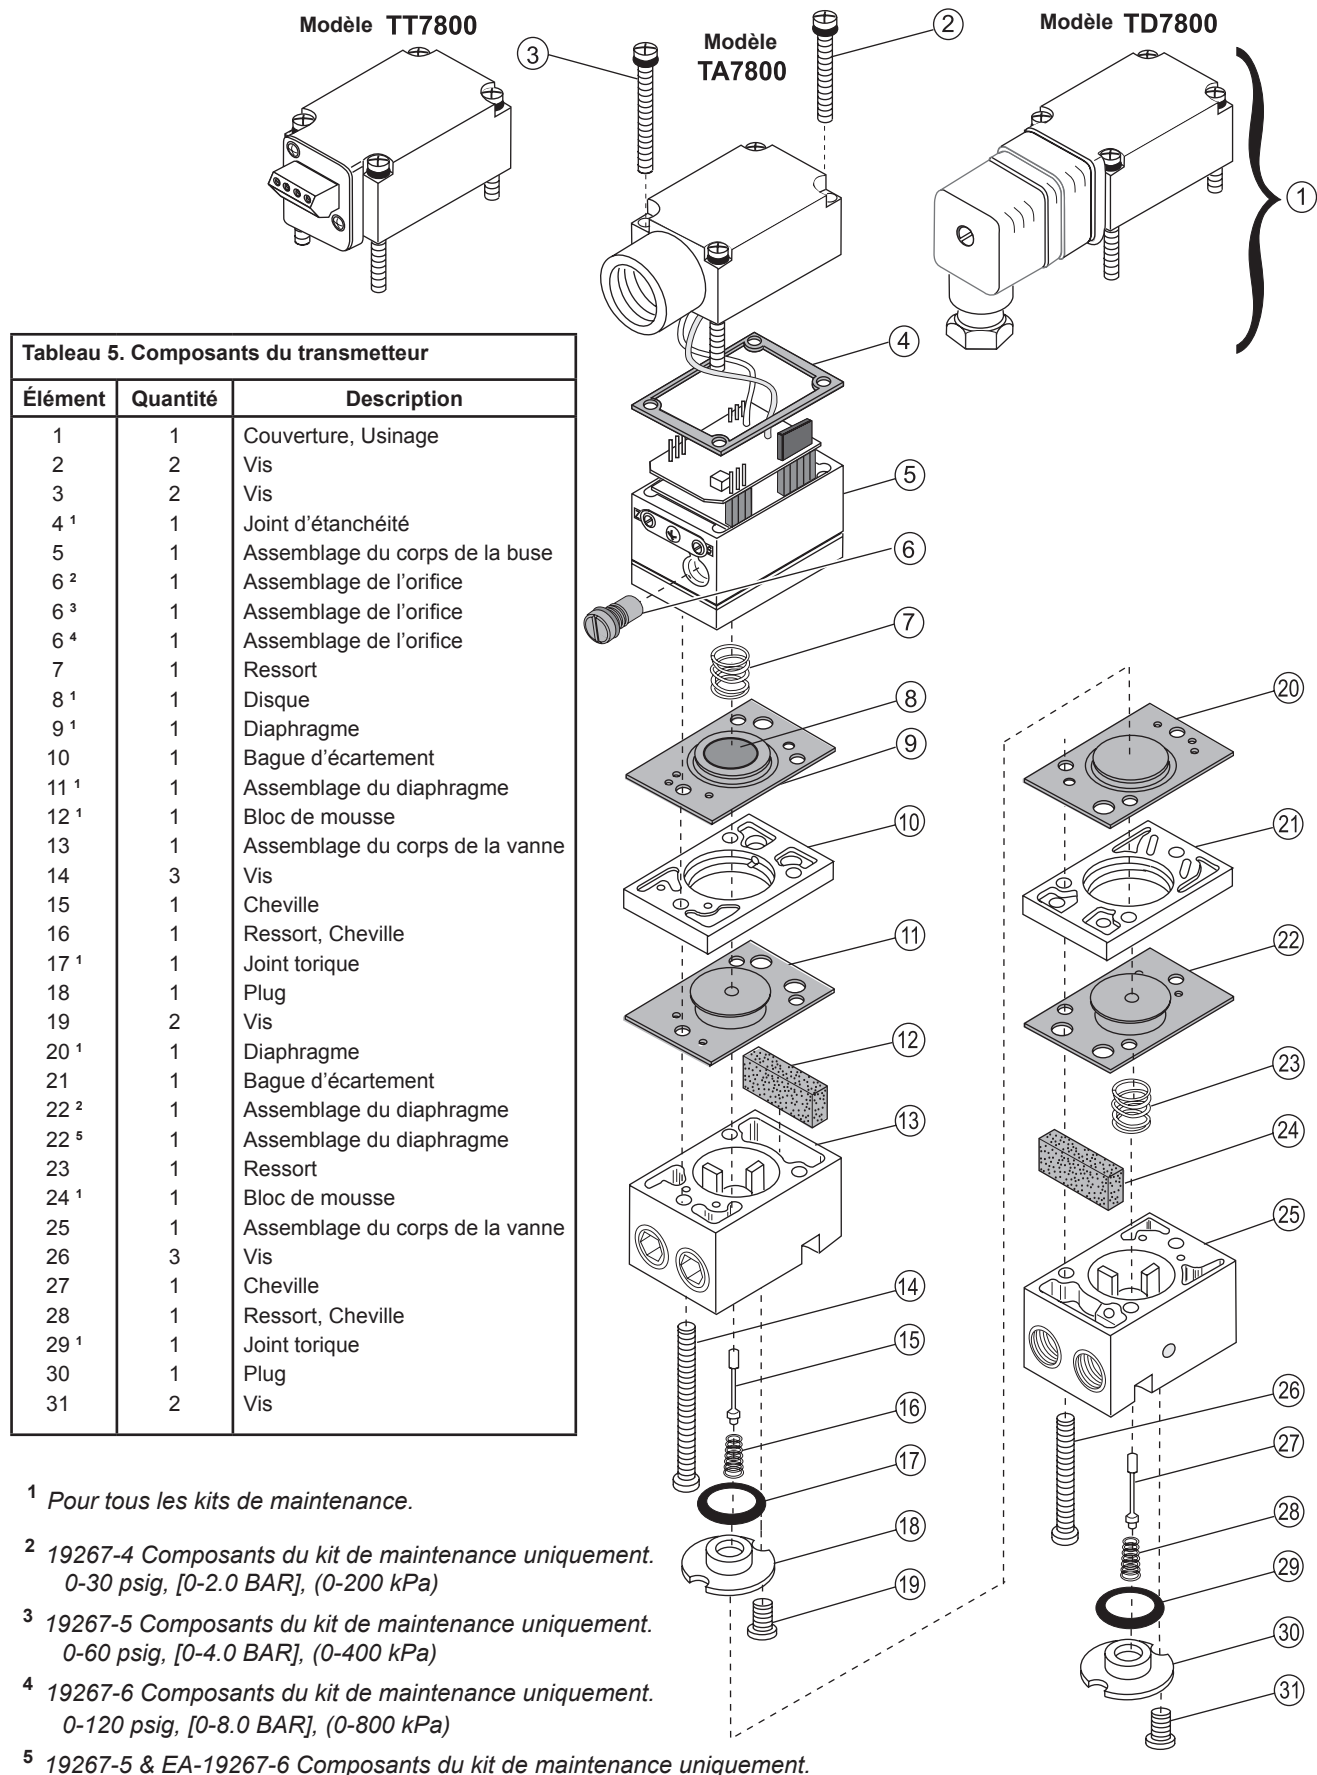

Figure 11. Vue éclatée
2. Retirez l'assemblage de l'orifice (6) de l'unité. Pour plus de détails, voir la figure 11. « Vue éclatée » à la page 6.